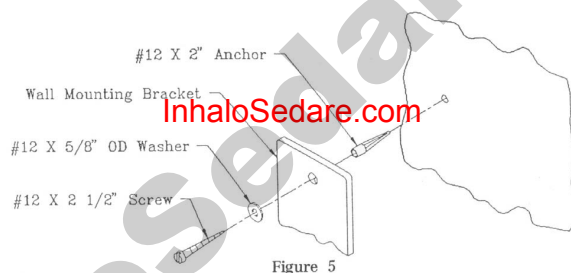

Figure 5
1. Gauriti peretele asa cum prevede producatorul ancorei. Introduceti ancora. Introduceti surubul prin saiba apoi fixati consola. Infiletati stans surubul in ancora. Un surub este necesar pentru fiecare gaura de montare (vezi fig .5).